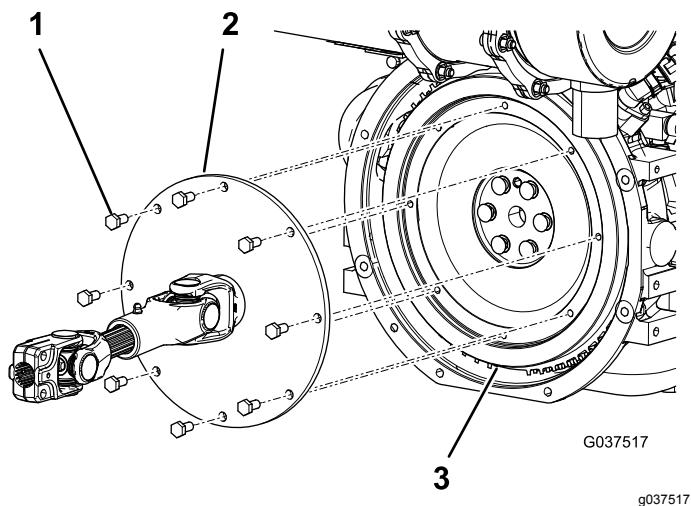

Figura 3
- Rimuovete ed eliminate le 8 viti a testa cilindrica che fissano l'estremità grande dell'albero di trasmissione preesistente al volano del motore (Figura 3).